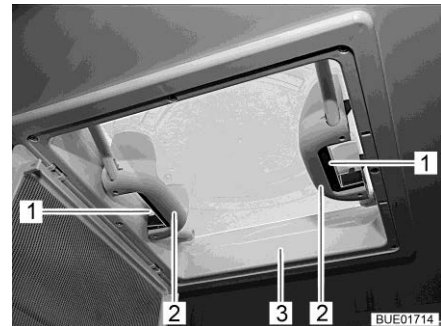

Fig. 109 Poignées avec pousoirs
- Appuyer sur le verrou à ressort (Fig. 109,1) vers l'intérieur du lanterneau (Fig. 109,3). Pousser le lanterneau simultanément vers le haut par la poignée (Fig. 109,2).
- Tirer fortement le lanterneau (Fig. 109,3) vers le bas par les deux poignées (Fig. 109,2) jusqu'à ce que les deux verrous à ressort (Fig. 109,1) s'encliquettent.